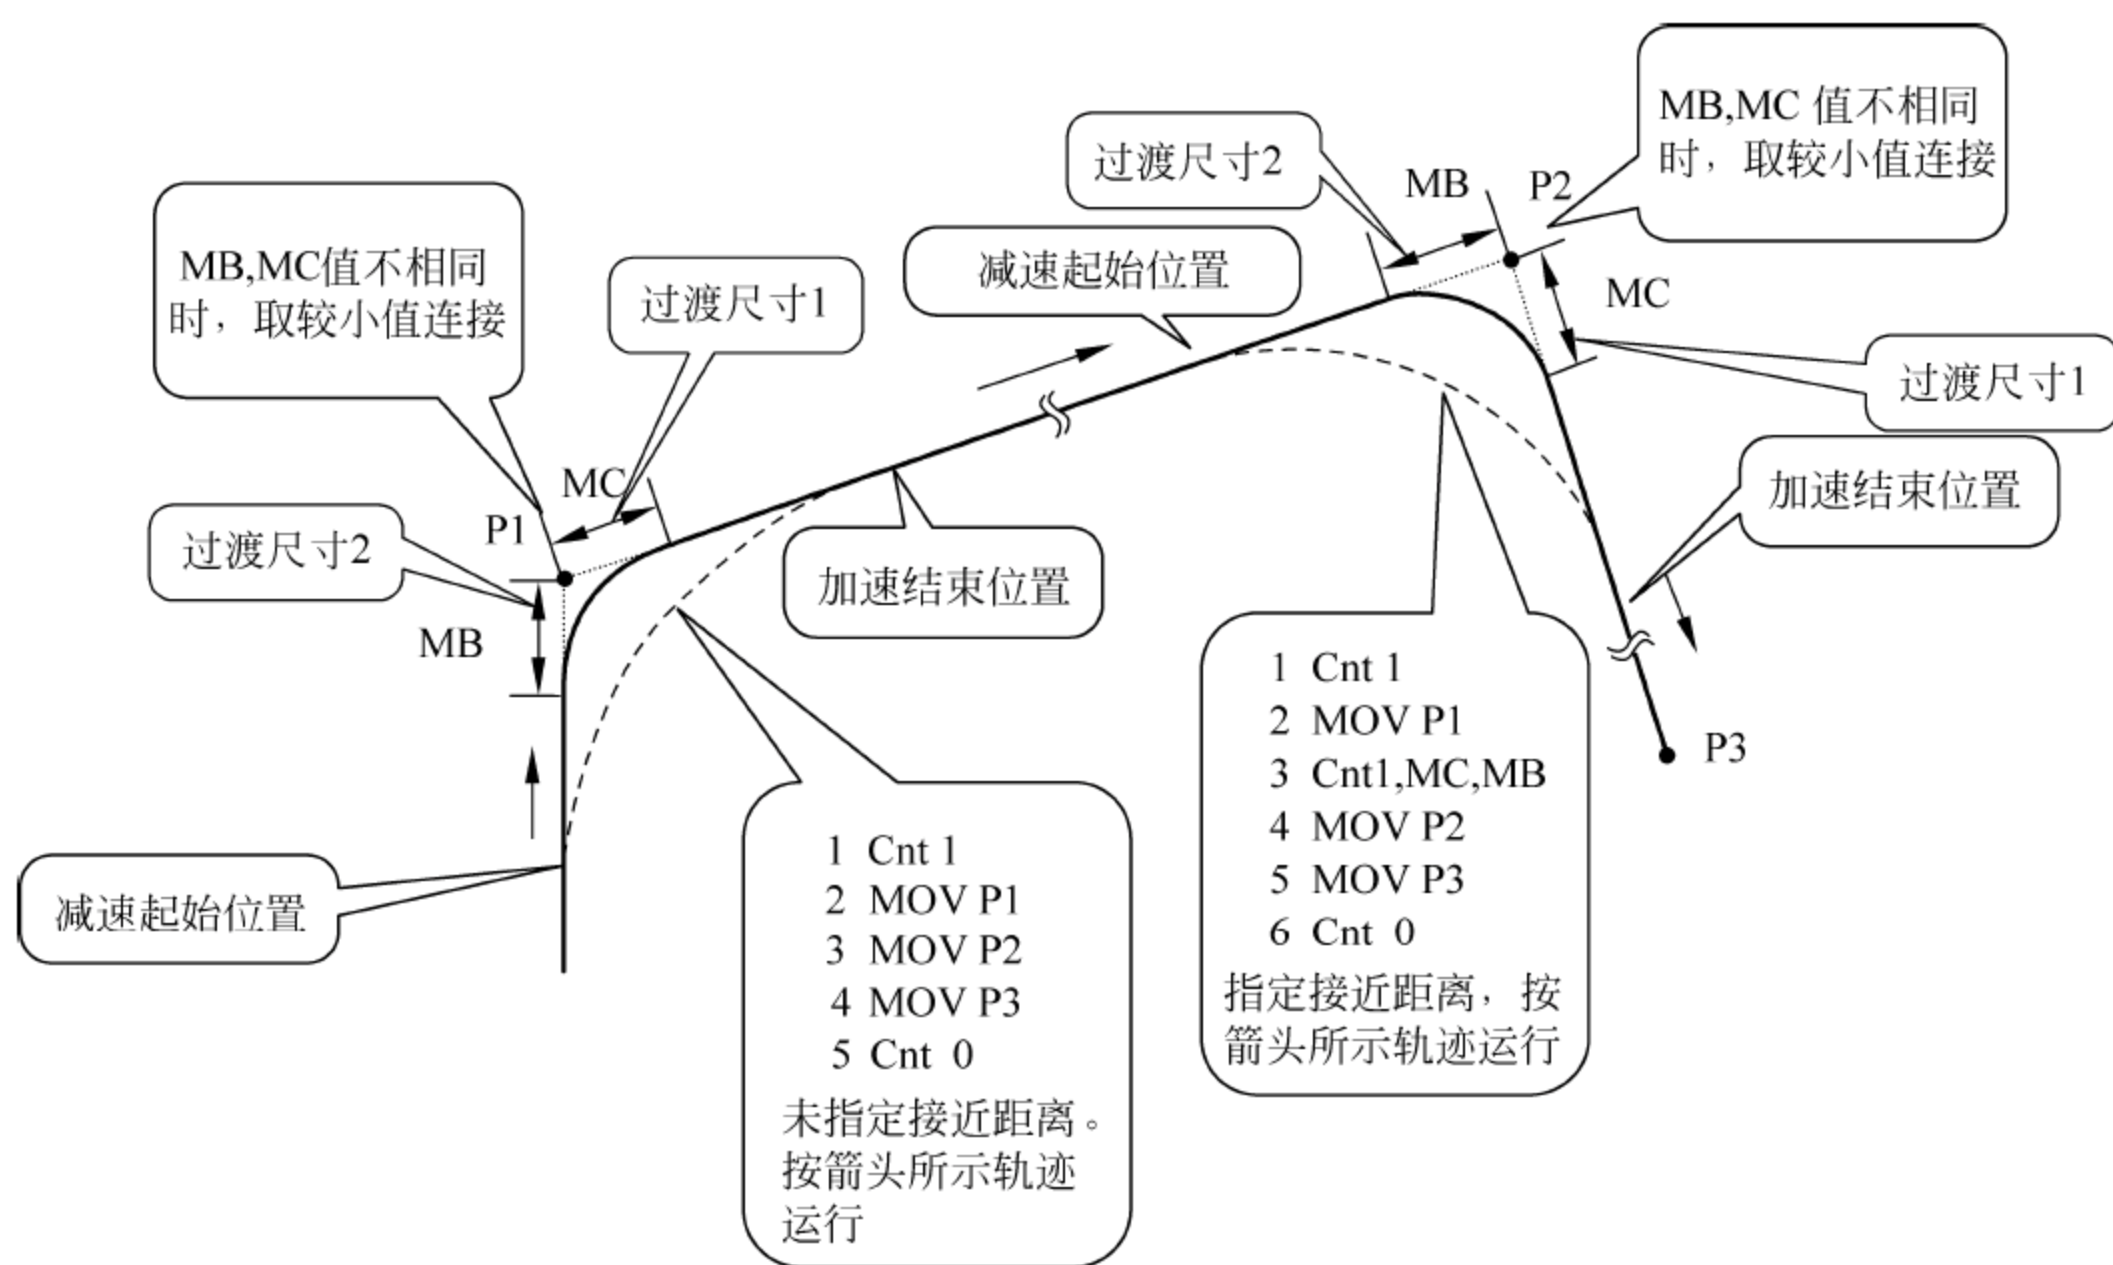

图 10-4 连续运行轨迹及过渡尺寸
- (1) 从 Cnt1 到 Cnt0 的区间为连续轨迹运行有效区间。
- (2) 系统初始值为 Cnt0(连续轨迹运行无效)。
- (3) 如果省略“数值 1”“数值 2”的设置,其过渡圆弧轨迹如图 10-4 中虚线所示,圆弧起始点为“减速起始位置”,圆弧结束点为“加速结束位置”。